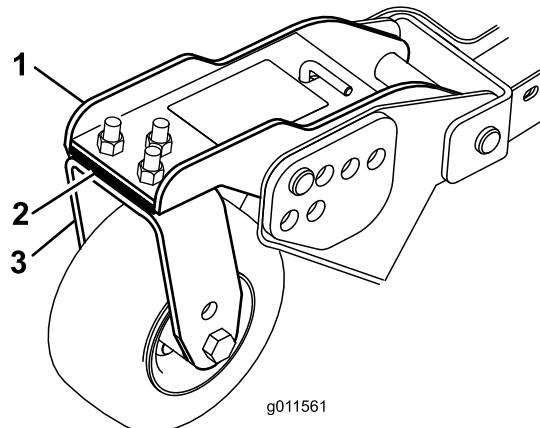

Figura 27
3. Ajuste los suplementos de 3 mm de las horquillas de las ruedas giratorias delanteras hasta que la altura de corte se corresponda con la marca de la pegatina (Figura 27).